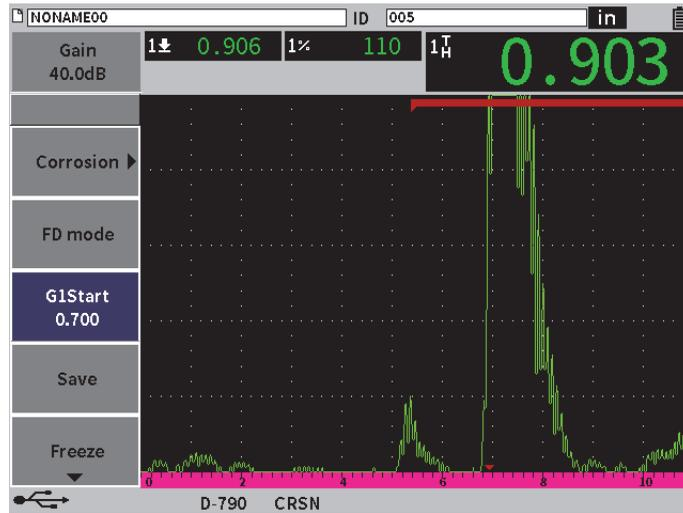

図 11-40 正しくトリガーされた測定
- ◆ サイドバーメニューから **G1 起点** を選択し、調整ノブを回して、測定が正しくトリガーされるまでゲート 1 の開始位置を上下させます（225 ページの図 11-40 参照）。